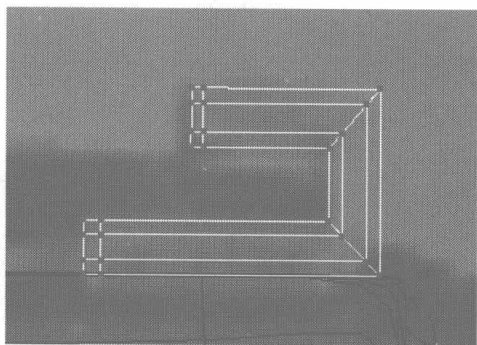
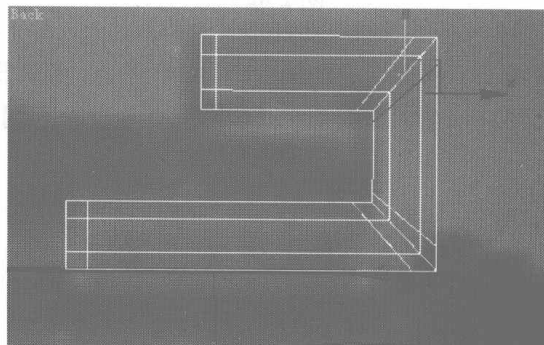

图 6.264
图 6.265
- 20** 切换为节点编辑，在 Back 视图中调整该物体的形状，如图 6.264 所示，然后用 Connect 命令为此物体上添加一些细分线，如图 6.265 所示。